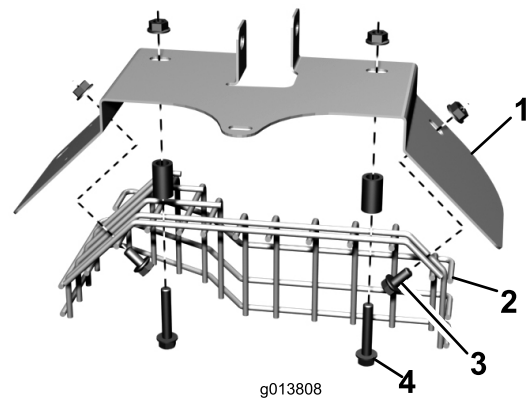

図 7
10. 一番上の穴2つを使って、新しいマフラ・シールドを既存のマフラ・シールドに仮止めする；フランジ・ヘッド・ボルト2本と、スペーサとフランジ・ナットを使用する。ボルト・ナット類は 図 7 のように組み付ける。
11. 外側の穴を使って、マフラ・シールドを排気シールドに仮止めする；外してあったフランジ・ヘッドねじ2本とフランジ・ナットを使用する。ねじ類は 図 7 のように組み付ける。ねじを本締めしてシールドを固定する。